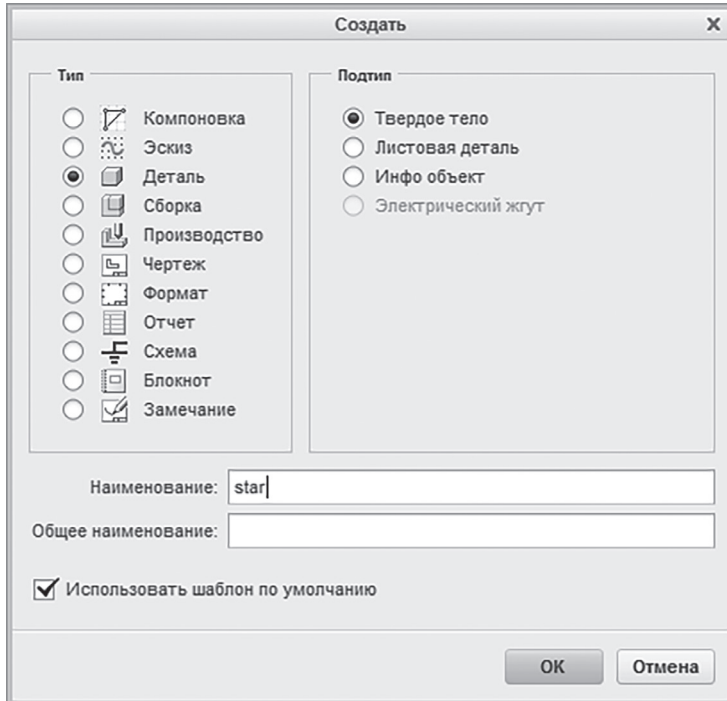

Рис. 1.14. Окно *Создать*
При создании второй детали (рис. 1.14) будут использованы новые команды наряду с теми, которые использовались ранее. На протяжении всего учебного пособия в каждом упражнении используются как уже известные команды (для того чтобы закрепить уже познанное), так и добавляются новые с иными возможностями для приобретения опыта работы с продуктом Creo.
**Шаг 2.** Создайте новую деталь **Star (звездочка)** с помощью кнопки . Открывшееся окно *Создать* представлено на рис. 1.14. Атрибуты операции: тип — **Деталь**; подтип — **Твердое тело**; имя — **star**; триггер *Использовать шаблон по умолчанию* — включен (☑). Нажмите **СКМ (Среднюю Кнопку Мыши)** или нажмите **Enter**, или щелкните кнопку **ОК** (рис. 1.14).